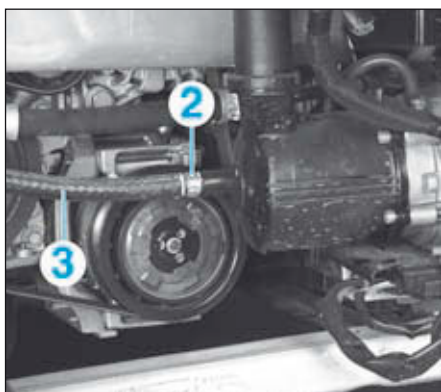

FIG.17
- Déposer le collier (2) et débrancher la canalisation (3) (Fig.17).
- Diriger la canalisation (3) dans un bac de récupération et manoeuvrer la direction dans chaque sens, de butée à butée.
- Rebrancher la canalisation (3) et remplacer le collier (2).